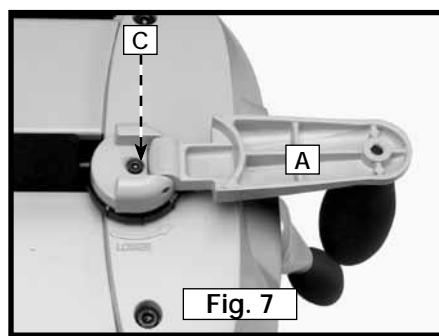

Fig. 7
2. Sujete el mango ajuste del cabezal portacuchillas (A), Fig. 7, al eje utilizando el tornillo de cabeza hueca hexagonal M5 x 16 mm (C) con el extremo hexagonal de la llave de tuerca para el cabezal portacuchillas suministrada.